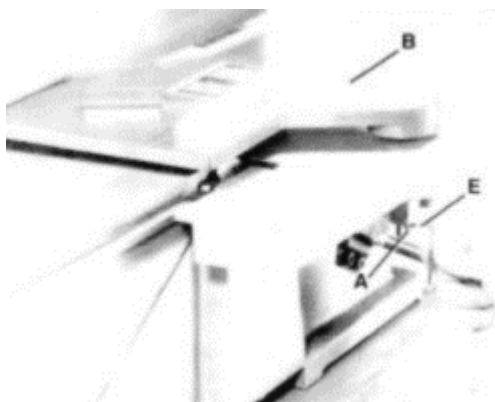

Рис. 19
3. Закрутите установочный винт (Е), Рис. 19, удаленный на ШАГЕ 1, обратно в стойку (А), чтобы удерживать ограждение фрезерной головки (В) на месте во время работы.